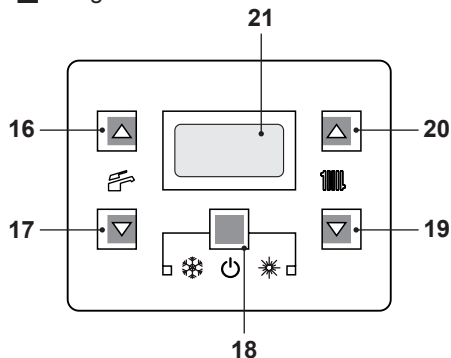

Figura 2.5
- Tenere premuto per 2 secondi il tasto 18 fino a far apparire sul display il simbolo  Figura 2.5.
La temperatura dell'acqua calda di mandata riscaldamento è regolabile agendo sui tasti 19 (diminuzione) e 20 (aumento) (Figura 2.5) da un minimo di circa 25°C ad un massimo di circa 85°C. Alla prima pressione di uno dei due tasti si ha la visualizzazione del valore di "set", alla seconda pressione si accede alla modifica.
Comunque se la temperatura ambiente non dovesse essere confortevole si può aumentare o diminuire la temperatura di mandata dell'impianto riscaldamento di  $\pm 15^{\circ}\text{C}$  agendo sui tasti 19 (diminuzione) e 20 (aumento) (Figura 2.5).
La temperatura dell'acqua calda sanitaria è regolabile agendo sui tasti 16 (aumento) e 17 (diminuzione) (Figura 2.5) da un minimo di circa  $35^{\circ}\text{C}$  ad un massimo di circa  $60^{\circ}\text{C}$ . Alla prima pressione di uno dei due tasti si ha la visualizzazione del valore di "set", alla seconda pressione si accede alla modifica.